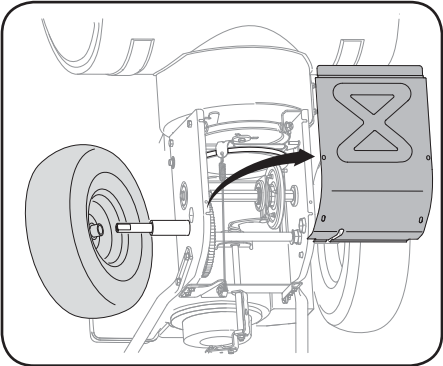

Figure 4-19
4. Démontez le couvre-châssis du dessous de la souffluse en retirant les quatre vis auto-taraudeuses qui le maintiennent en place. Voir la Figure 4-4. Démontez la roue de droite en enlevant la vis et la rondelle de creuse qui la maintiennent sur l'essieu. Voir la Figure 4-19.
5. Retirez doucement l'écrou à six pans hexagonal sur le châssis de la souffluse et la rondelle qui maintiennent l'arbre auto-taraudeuses qui le maintiennent en place. Voir la Figure 4-4. Démontez la roue de droite en enlevant la vis et la rondelle de creuse qui la maintiennent sur l'essieu. Voir la Figure 4-19.